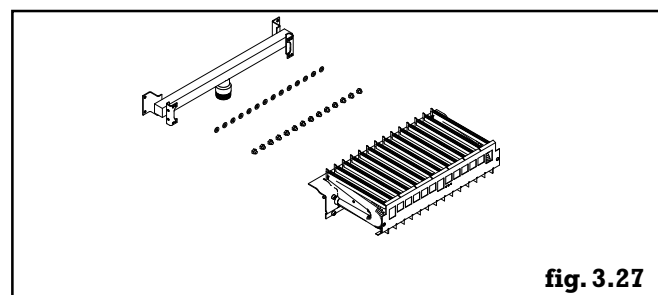

fig. 3.27
- remplacer les injecteurs en place par ceux fournis avec le set (clé de 7) et changer leur joint (fig.3.27)